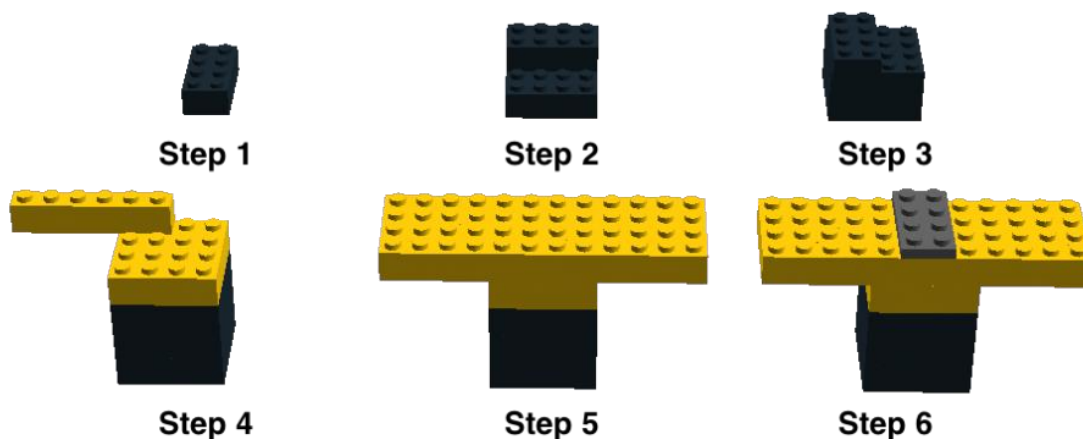

Рис. 17. Сборка солнечной батареи
6.2 В состязаниях используется 2 солнечных панели. Каждая солнечная панель состоит из 6 черных LEGO-кирпичей 2x4, 2 желтых LEGO-кирпичей 2x4, 8 желтых LEGO-кирпичей 1x6 и 2 серых LEGO-пластин 2x2. (Рис. 17)